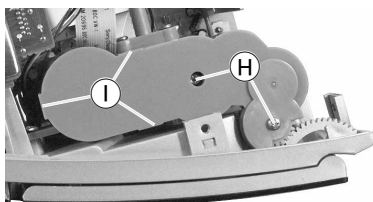

Fig. 11
- 2 Schrauben ⑧ (Fig. 11) herausschrauben.
- 3 Rastnasen ① (Fig. 11) ausrasten.
- Undo 2 screws ⑧ (Fig. 11).
- Disengage 3 catches ① (Fig. 11).